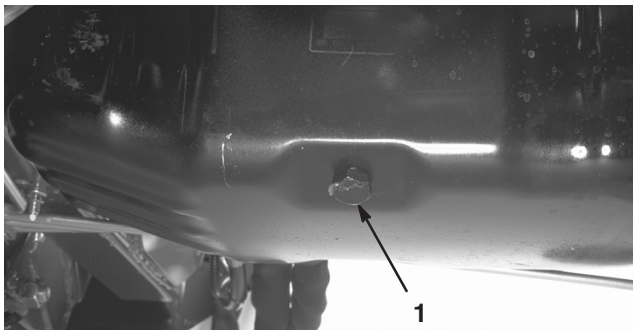

Bild 37
2. Stellen Sie eine Auffangwanne unter die Ablassschraube (Bild 37). Reinigen Sie den Bereich um die Ablassschraube.